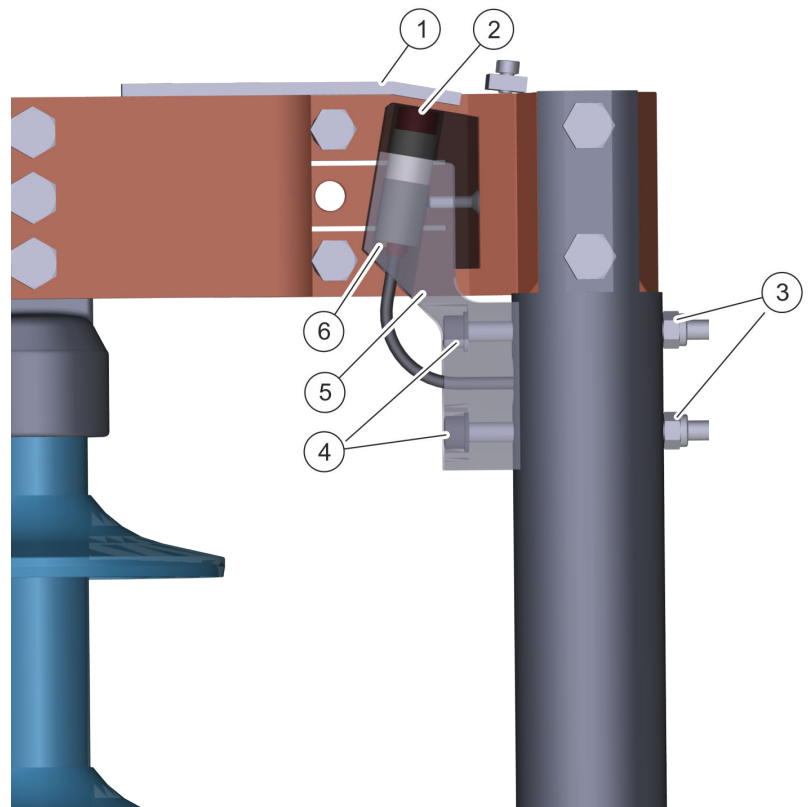

Abb. 7: Draufsicht auf die geschlossenen Hauptkontakte, ohne Abdeckblech
- ➔ Abstand zwischen Kontaktfinger (Abb. 7/1) in der Stellung „EIN“ und Oberkante des Sensors (Abb. 7/2) messen. Dieser Abstand muss zwischen 1 und 2,5 mm betragen.
1. ▶ Beide Innensechskant-Halteschrauben (Abb. 7/4) Größe 6 lösen.
2. ▶ Sensorwinkel (Abb. 7/5) verschieben.
3. ▶ Abstand des Sensors (Abb. 7/2) zum Kontaktfinger (Abb. 7/1) auf 1 – 2,5 mm einstellen.
4. ▶ Innensechskant-Halteschrauben (Abb. 7/4) festziehen.
6. ▶ Die Muttern (Abb. 7/3) am Sensorwinkel (Abb. 7/5) im Bedarfsfall lösen, um einen zu geringen Verstellweg in den Langlöchern des Haltewinkels auszugleichen.
Wenn der Sensor bereits elektrisch angeschlossen ist, lässt sich die korrekte Funktion des Sensors durch die an der Unterseite befindliche Leuchtdiode (Abb. 7/6) kontrollieren. Die Leuchtdiode leuchtet bei geschlossenem Schalter.